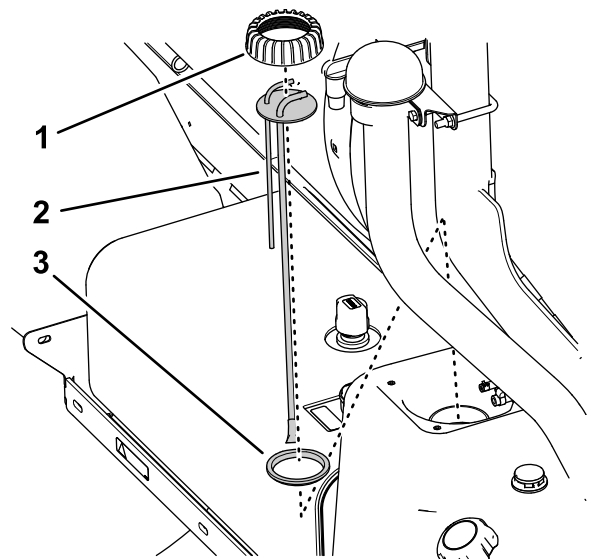

Bild 78
- Drehen Sie den Kraftstoff-Steigrohr- bzw. Senderring nach links und nehmen Sie den Ring ab (Bild 78).
- Heben Sie das Kraftstoff-Steigrohr bzw. den Sender aus dem Kraftstofftank heraus (Bild 78).
- Setzen Sie den Steigrohrring auf das Steigrohr und das Steigrohr auf die Dichtung (Bild 78).
- Fluchten Sie die Kappe, das Steigrohr und die Dichtung mit dem Tank aus und setzen Sie das neue Steigrohr vorsichtig in den Kraftstofftank ein (Bild 78).
- Schrauben Sie den Deckel auf den Füllstutzen des Kraftstofftanks und ziehen Sie den Deckel mit der Hand fest (Bild 78).